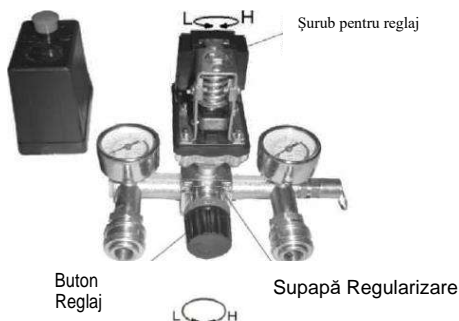

Fig.3
- 1) Compresorul este controlat de comutatorul pentru presiune în timpul funcționării normale. Se oprește automat dacă presiunea atinge maximumul și repornește dacă presiunea scade la minim. Presiunea nominală a fost reglată la fabricație, a nu se modifica. După oprirea motorului, aerul comprimat din conducta de evacuare trebuie eliberat prin supapa de descărcare de sub comutator. Aceasta este o condiție necesară pentru repornire, altfel motorul se va defecta. Presiunea nominală poate fi reglată rotind șurubul de reglaj al comutatorului (Fig.3).
- 2) Presiunea de ieșire a aerului comprimat poate fi reglată cu supapa de regularizare. Trageți butonul supapei de regularizare și rotiți-l în sens orar sau antiorar pentru a crește sau reduce presiunea (Fig.3).